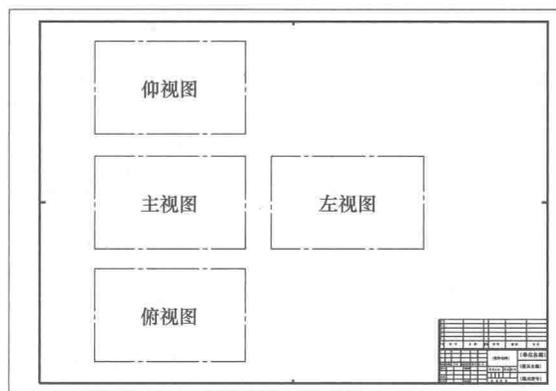
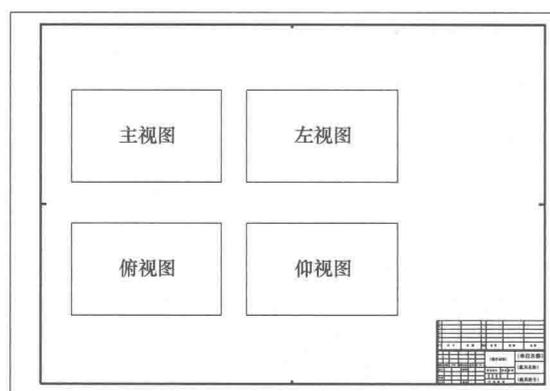

图1 标准的视图摆放方式
图2 模具行业习惯的视图摆放方式
1. 较为复杂的塑料模具结构图通常需要采用4个视图来表达，即主视图、俯视图、左视图和仰视图。按我国机械制图标准规定，4个视图的摆放位置应当如图1所示，但为了更好地利用图纸空间，使模具设计图更加紧凑，行业习惯上将模具的4个视图摆放位置调整为如图2所示。因受教材版面尺寸限制，一副模具图的4个视图可能分散于多个页面，但视图的投影关系仍遵循图2所示的布局。